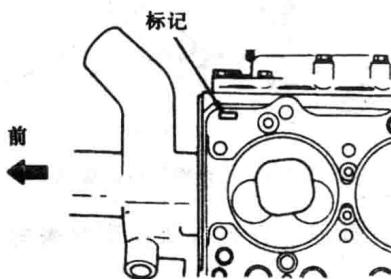
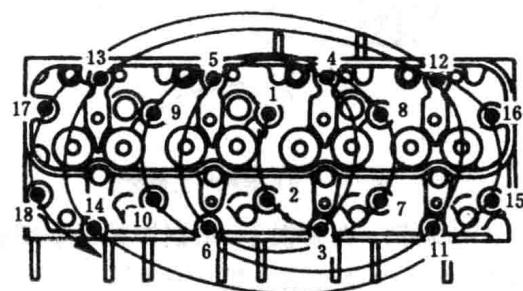

图1-7 汽缸垫识别标记
图1-8 汽缸盖螺栓拧紧顺序
③汽缸垫的安装
B. 要认清汽缸垫上的识别标记,如图1-7所示。把汽缸垫有识别标记的“TOP”一面朝向汽缸盖。而“FRONT”标记必须在前部。不要在汽缸垫上涂密封剂,以便下次拆卸。安装汽缸时,缸盖螺栓应涂上发动机机油。汽缸盖螺栓拧紧顺序,如图1-8所示。应分两次拧紧。新螺栓最后拧紧力矩为 $8.2\sim9.2\text{kgf}\cdot\text{m}$ ( $803\sim901.6\text{N}\cdot\text{m}$ ),旧螺栓拧紧力矩为 $10\sim11\text{kgf}\cdot\text{m}$ ( $980\sim1078\text{N}\cdot\text{m}$ )。